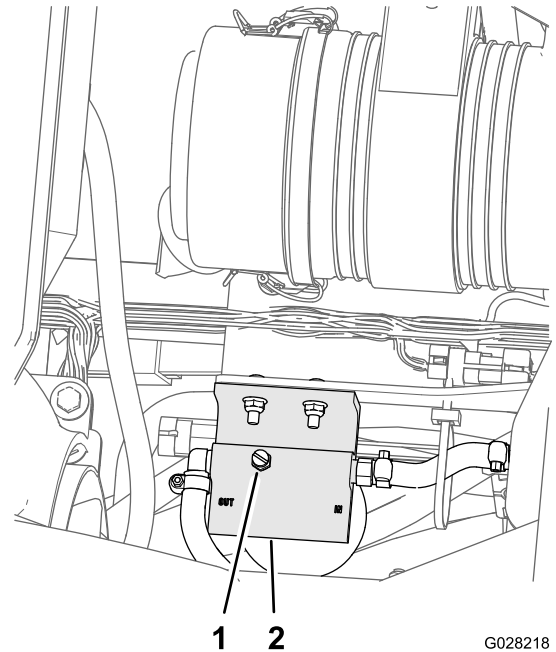

图54
5. 松开燃油/水分离器顶部的排气塞 图54
- 拧紧排气塞 图54 然后将点火钥匙开关转至“关闭”位置。